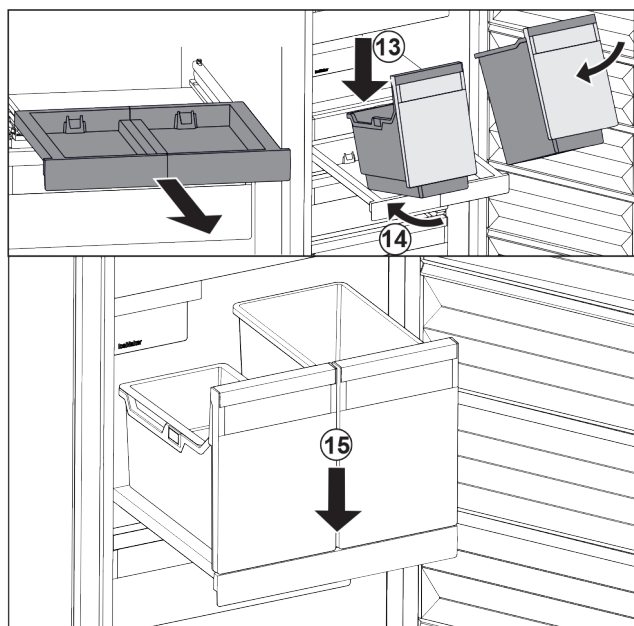

Fig. 31
- Placer les bacs sur le compartiment coulissant en les inclinant. Fig. 31 (13)
- Pousser les bacs jusqu'au fond en les inclinant. Fig. 31 (14)
- Déposer les bacs par l'avant. Fig. 31 (15)